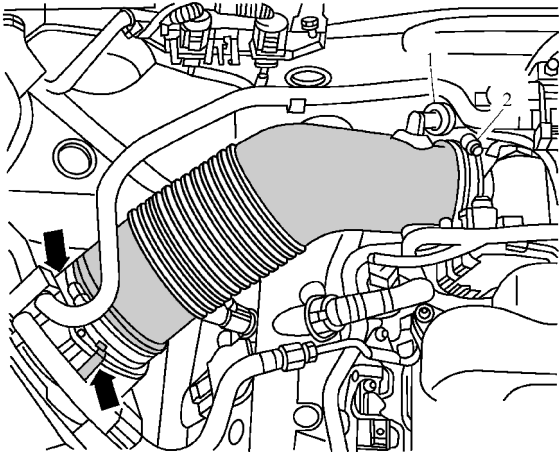

图 1-5-53 拆下空气导流软管
(3) 拆下空气导流软管, 为此要松开软管卡箍 2 并打开夹子, 如图 1-5-53 箭头所示。
(1) 拆下后部发动机罩。
(2) 如图 1-5-53 所示,从空气导流软管上拔下单向阀 1。拆下空气导流软管,为此要松开软管卡箍